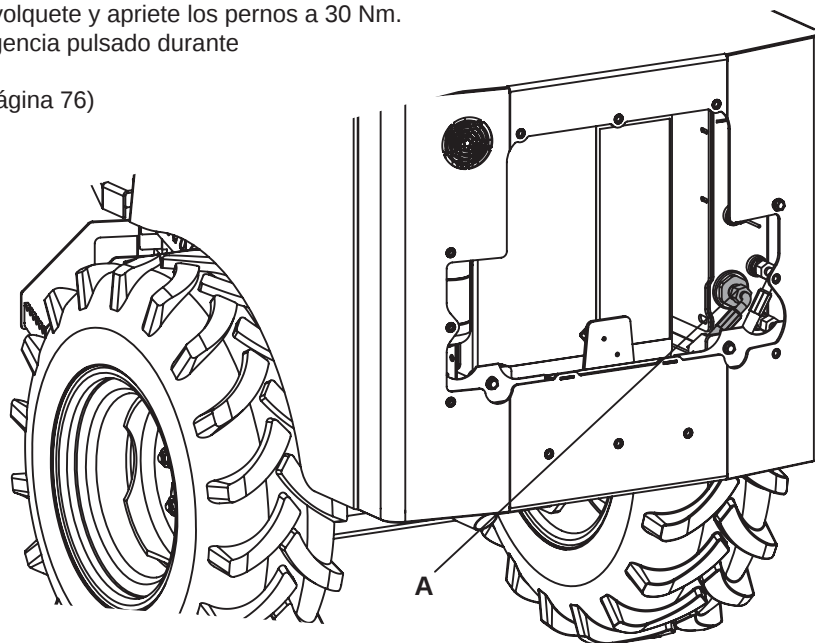

Figura. 46
2. Coloque una bandeja de drenaje adecuada, con una capacidad de 30 litros, debajo del tapón de drenaje del depósito, que está situado en el lado derecho del volquete (figura 46, punto A)
5. Retire el tubo hidráulico (véase la figura 46, punto A) para poder acceder al filtro colador.